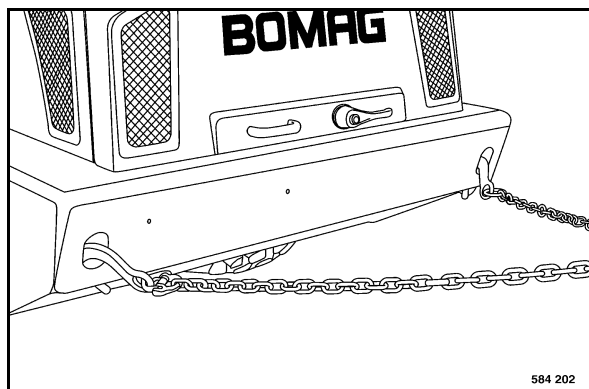

fig. 108
- Fixer les chaînes (fig. 108) ou les câbles de remorquage de manière sûre aux anneaux de remorquage.